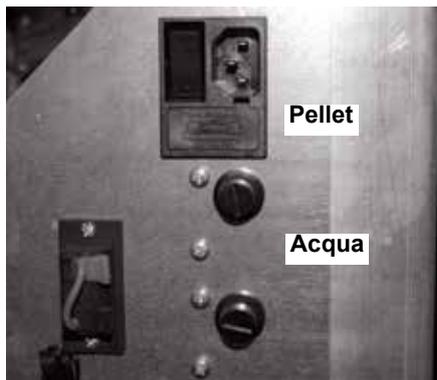

fig. 41 - Termostati di sicurezza
- Svitare i coperchi dei termostati acqua o pellet posti sul retro della caldaia (*fig. 41*);